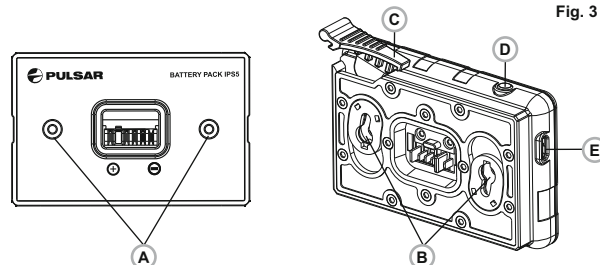

Fig. 3
- Installare il gruppo batteria all'interno del caricabatterie, inserendo le spine **(A)** della batteria nelle scanalature **(B)** del caricabatterie (il logo Pulsar sul gruppo batteria deve trovarsi più vicino alla leva) e premere sulla leva **(C)** fino allo scatto **(Fig. 3)**.
- Al momento dell'installazione si accende e inizia a lampeggiare un indicatore **LED verde (D)** sul caricabatterie: